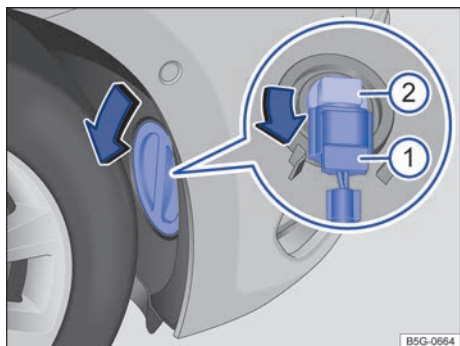

Fig. 190 En el guardabarros delantero derecho: cambio de lámpara en el faro.
- 3 Gire la tapa situada en el guardabarros en el sentido de la flecha y retírela → fig. 190.
- 4 Desbloquee el conector → fig. 190 ① y desáctívelo.
- 5 Gire el portalámparas → fig. 190 ② en el sentido contrario al de las agujas del reloj, hasta el tope, y extráigalo junto con la lámpara hacia atrás.
- 8 Acople el conector → fig. 190 ① al portalámparas → fig. 190 ②. El conector debe encastrar de forma audible.
- 9 Coloque la tapa en el guardabarros → fig. 190 y bloquéela.